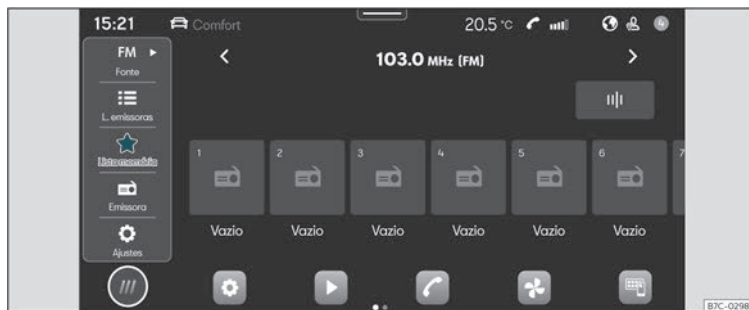

Fig. 132 Esquema: Vista Rádio
- Pressione **HOME** > >>> **Fig. 132**.